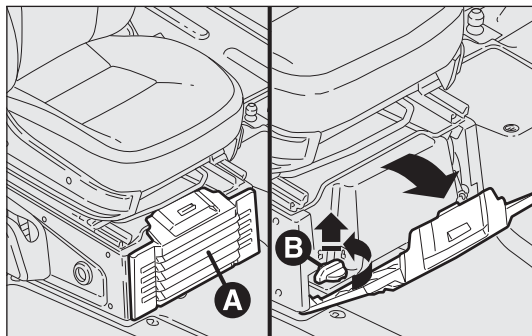
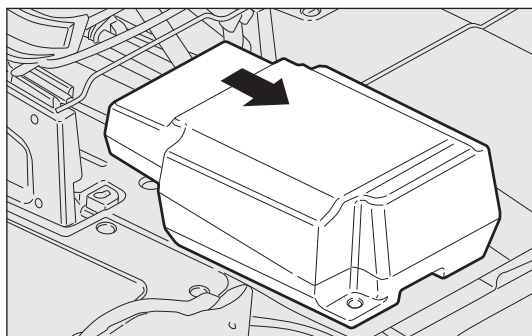

fig. 206
fig. 207
- Aprire lo sportello A ed asportarlo agendo come illustrato in fig. 206;
- ruotare in senso antiorario il pomello B di bloccaggio e asportarlo fig. 206 per permettere la fuoriuscita del cassetto fig. 207;